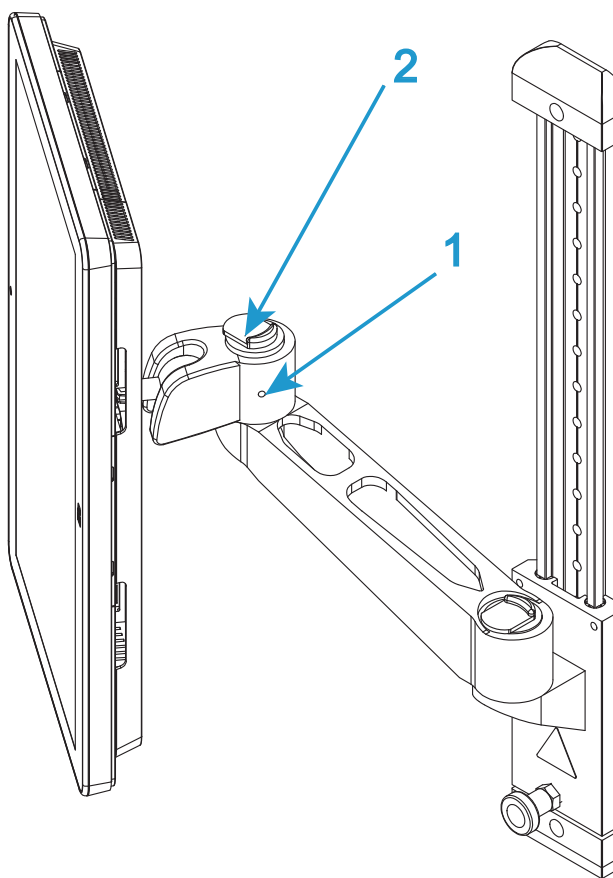
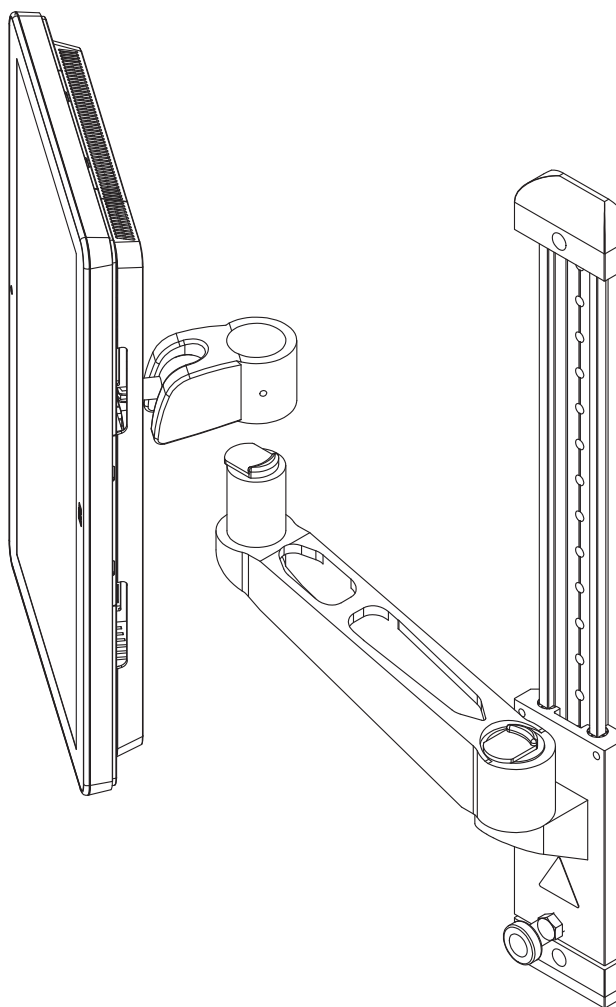

Figura 12. Braccio di montaggio
Figura 13. Sollevare per rimuovere
3. Se necessario, allentare la vite di fissaggio posta lateralmente sul "gomito" del braccio di montaggio (1 in Figura 12 a pagina 50).
4. Mettere in funzione il meccanismo di rilascio sulla parte superiore del "gomito" (2 in Figura 12 a pagina 50) e sollevare Dashboard operatore[®] Bluehill lontano dal braccio di montaggio (Figura 13 a pagina 51).